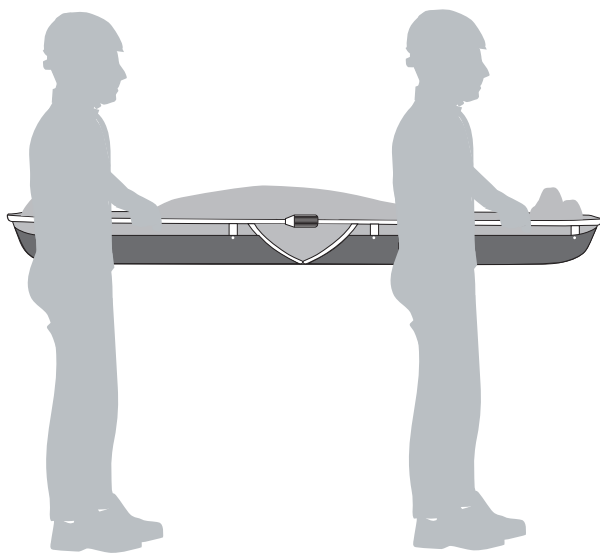

Fig.11
- **Trasporto manuale (fig. 11)**